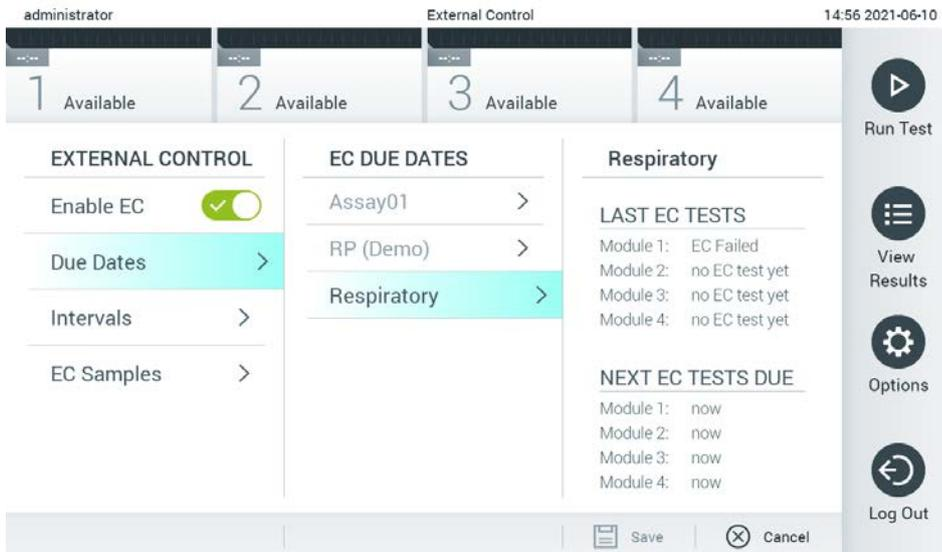

Figure 51. L'écran External Control Due Dates (Dates d'échéance du contrôle externe).
3. Sélectionnez **Due Dates** (Dates d'échéance) et ensuite un dosage dans la liste pour voir quand le dernier test de contrôle externe a été effectué par dosage et module analytique et quand le prochain test de contrôle externe est dû (figure 51, page suivante).